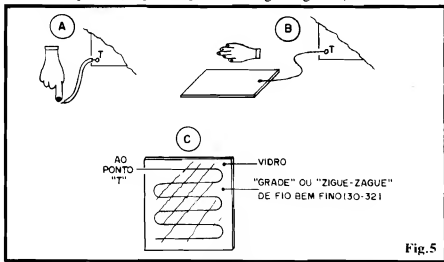

Fig. 5
- FIG. 5 - O SENSOR - Já foi explicado, mas vamos reafirmar: se o ponto sensor (sempre metálico) for **pequeno** (até uma "cabeça" de alfinete funcionará...), é exigido o **toque físico mesmo**, para que o circuito possa reagir (5-A). Já as áreas ou superfícies metálicas maiores (5-B) reagirão à simples aproximação (sem o toque físico). Lembramos que o fato do sensor, em si, ter que ser **metálico**, não invalida certos tipos de adaptações ou instalações, na proteção direta de coisas ou superfícies não metálicas... Vejamos o exemplo da fig. 5-C: no caso, para detectar a aproximação ou toque de uma pessoa sobre uma placa de vidro (janela, porta, etc.), basta aplicar, "por trás" da dita superfície, uma espécie de "grade" ou "zigue-zague" formado por fio de cobre esmaltado bem fininho (nº 30 ou maior...). Um espaçamento entre 10 e 15 cm. (entre as "trilhas" do "zigue-zague"...) deverá dar bons
- Depois de tudo ligado, circuito alimentado (12 VCC, provenientes de bateria, pilhas ou fonte ligada à CA...), o sensor deve ser ligado, qualquer que seja a escolha (entre as sugestões da fig. 5, ou outras...).
me explicado no texto referente à fig. 5...).